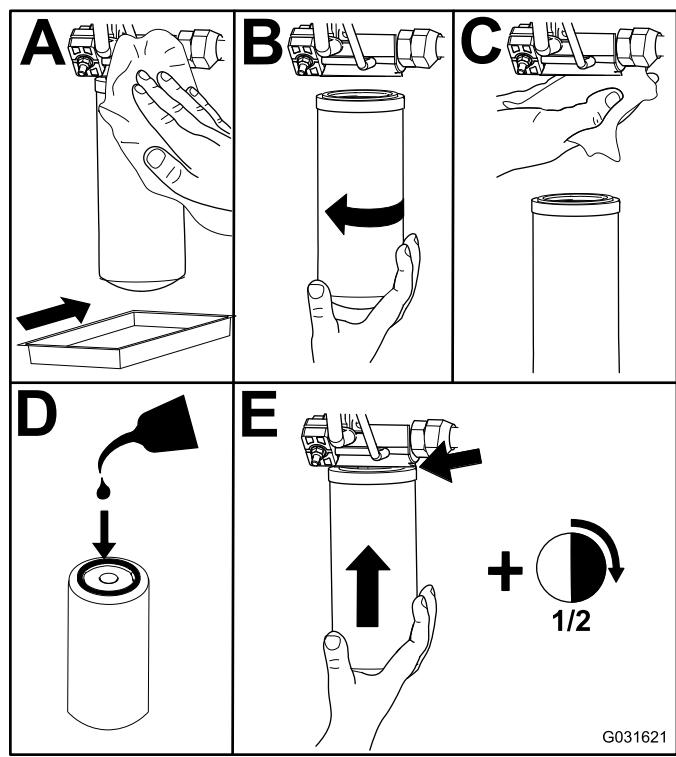

Figure 84
- Remplacez les filtres hydrauliques (Figure 84).